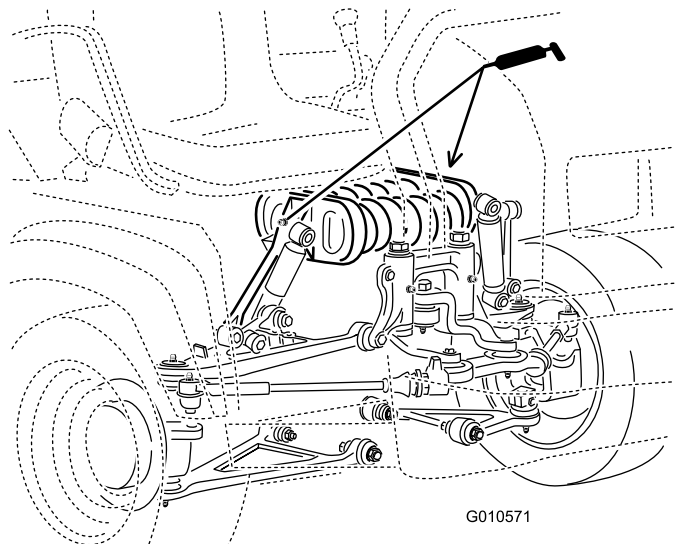

Рисунок 30
- Стойка рессоры (2 шт.); см. Рисунок 30